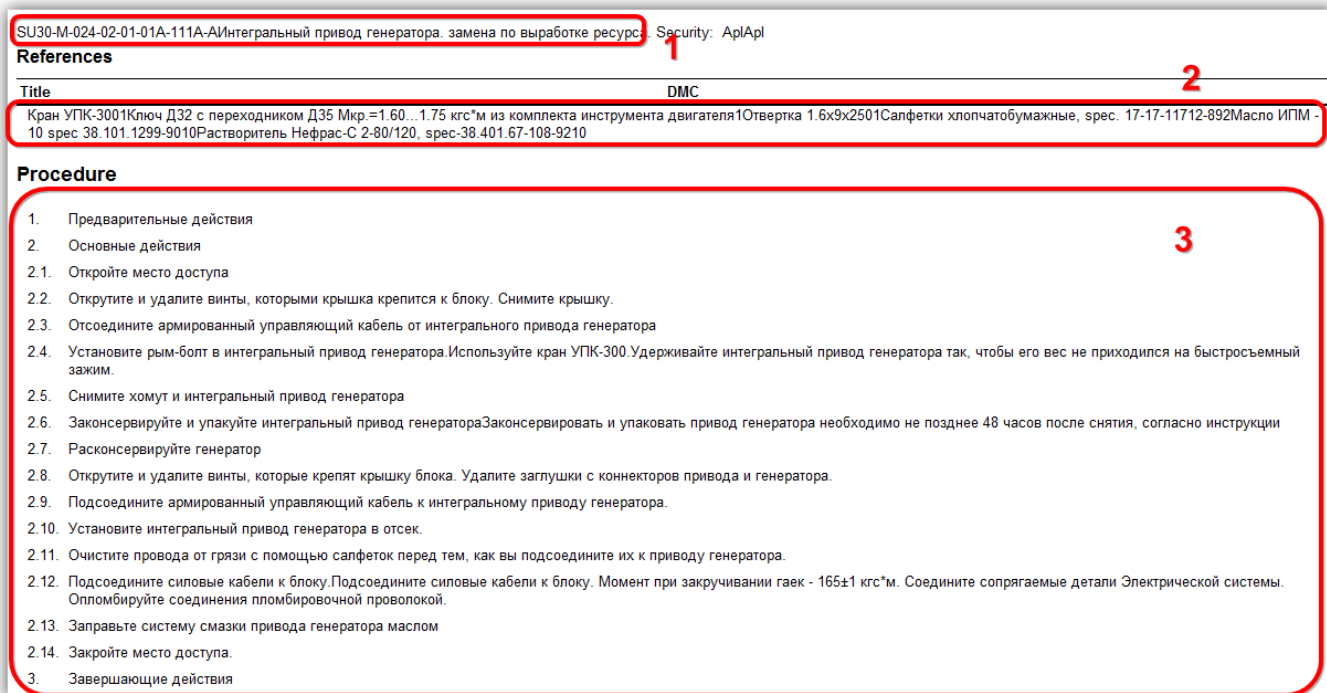

Рис. 12-91 – XML файл ТК в Internet Explorer
Созданный файл ТК может быть открыт на просмотр в программе Internet Explorer (рис. 12-91).
- «Обозначение MRBR» и «Наименование» техкарты (1 на рис. 12-91);
- «Наименование» и «Обозначение» для каждого из связанных объектов типа «Оборудование и инструменты»; «Обозначение» производителя для каждого из связанных объектов типа «Оборудование и инструменты»; «Наименование» и «Обозначение» каждого из связанных объектов «Расходные материалы» (2 на рис. 12-91);
- перечень шагов технологии выполнения работы (3 на рис. 12-91).